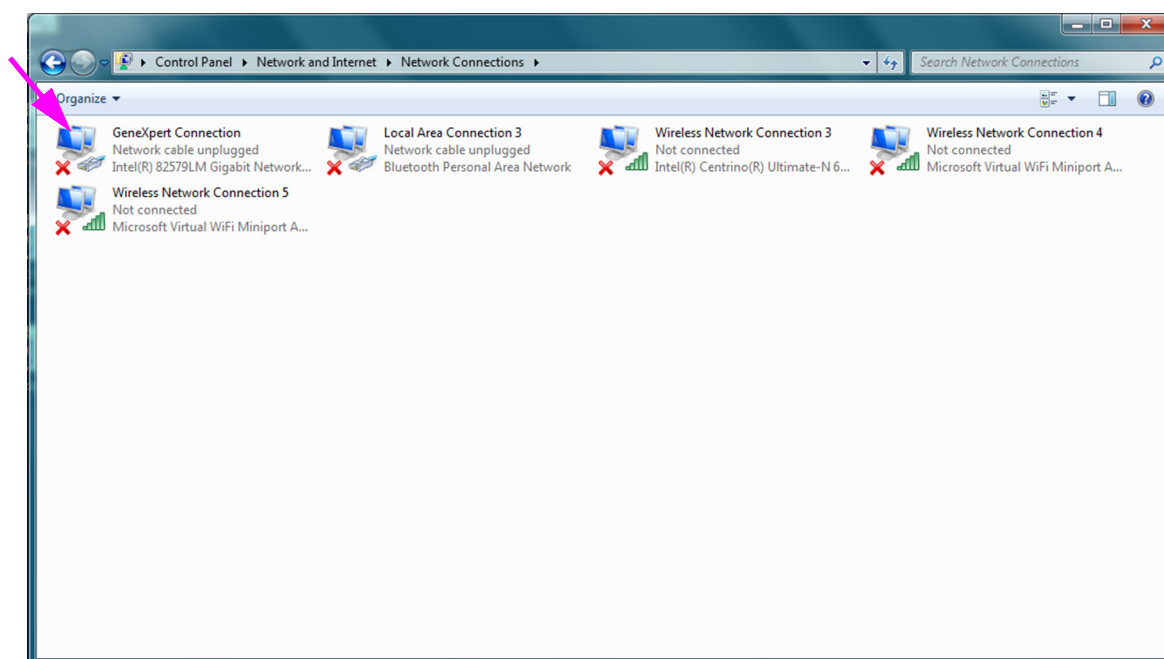

Figura 2-39. Pantalla Network Connections (Conexiones de red)
5. Haga clic en **Change adapter settings** (Cambiar configuración del adaptador). Aparece la ventana Network Connections (Conexiones de red). Consulte la figura 2-39.